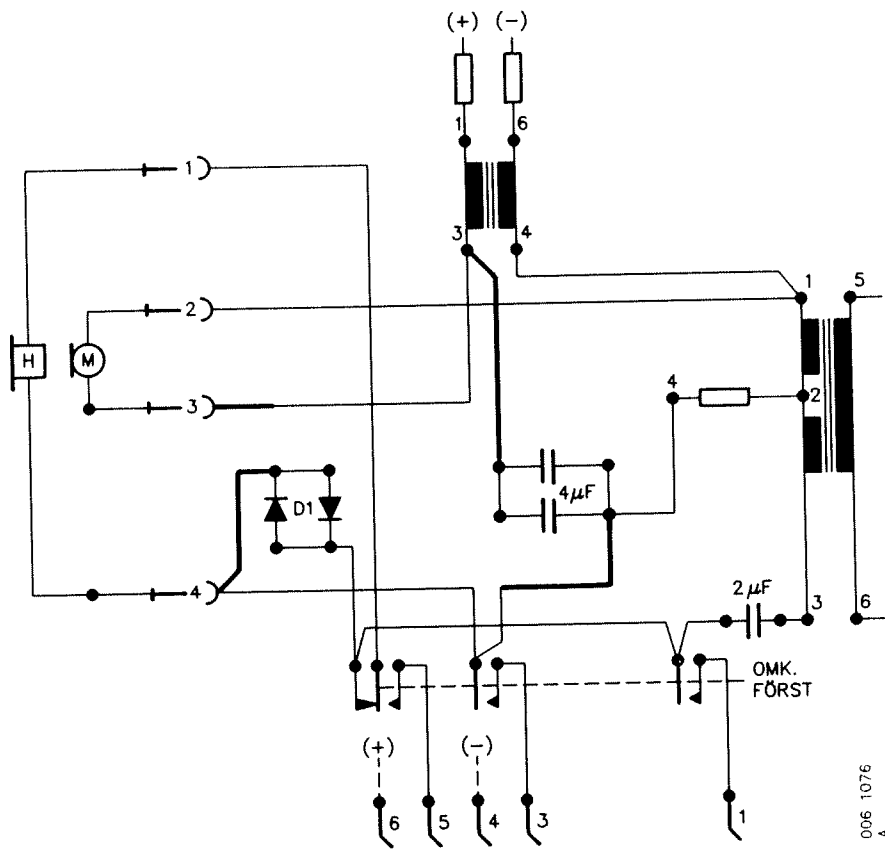

Bild 31. Enhetens koppling efter modifiering
- Flytta enligt bild 31 de bortlödda förbindningarna, samt dra en ny förbindning mellan diodbryggan D1 och stiftet 4 på anslutningsjacken för talgarnityret. Dra även en ny förbindning mellan drosselns stift 3 och C=4 μ F.